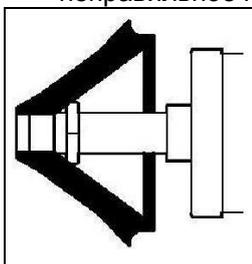
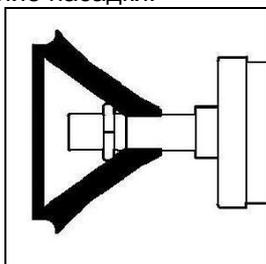
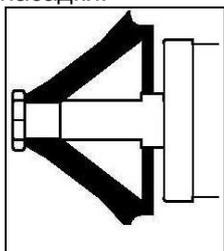

Рис. 1 – правильная
Рис. 2 – неправильная
Рис. 3 – неправильная
1. Накрутить конусную насадку 4" (100 мм) на вал, расположив узкий наконечник насадки книзу (см. рис.1). На рис.2 изображено неправильное положение насадки.
3. С помощью стопорной гайки зафиксировать конусную насадку в данном положении (см. рис.1). На рис.3 изображена неправильная установка насадки.